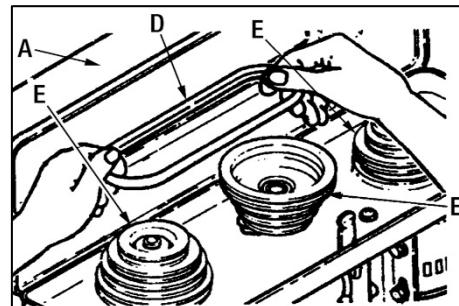

Рисунок 13.
Откройте кожух (A) сверлильной головки (рис. 13), ослабьте фиксаторы натяжения ремней, расположенные с обеих сторон сверлильной головки (рис. 1, поз. 3, 9).